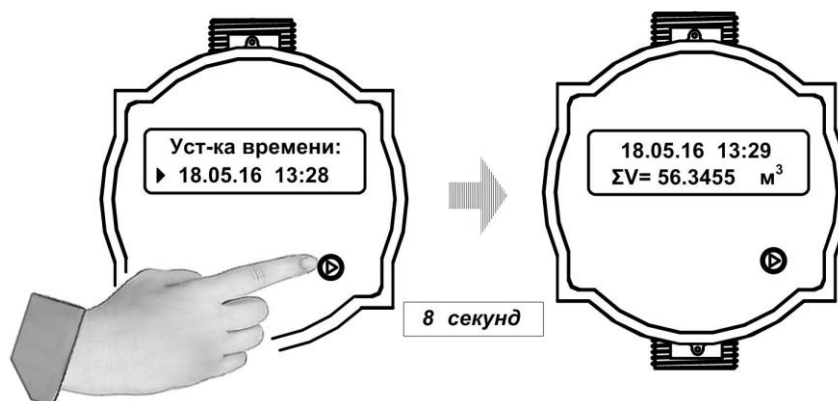

Рис.6. Перевод расходомера в режим эксплуатации.
8.3.3. Перевести расходомер в режим эксплуатации, удерживая кнопку управления в нажатом положении **примерно 8 секунд**. На дисплее начинается отображение пользовательского меню (рис.6).